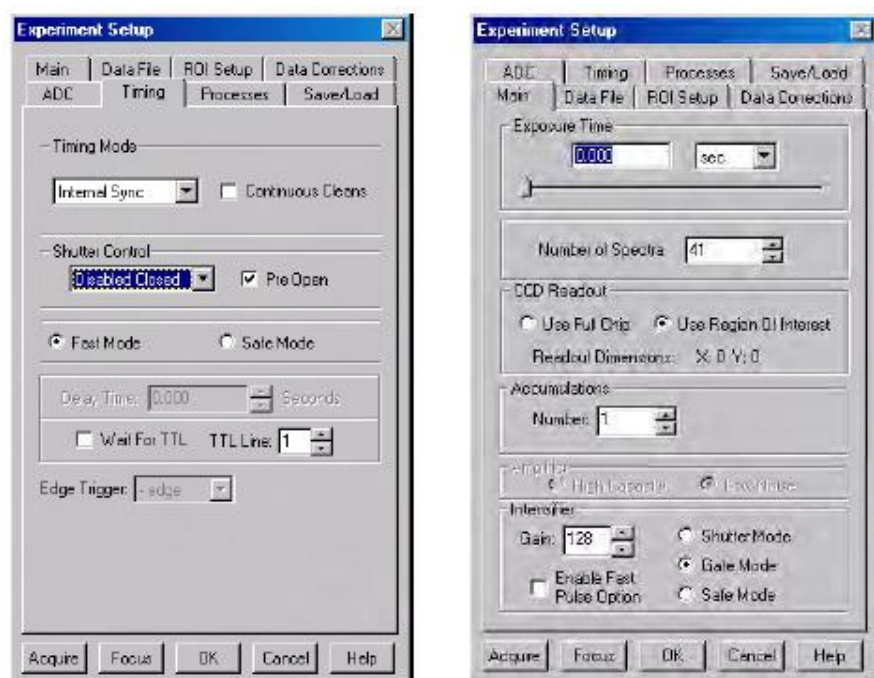

图 51 Experiment Setup: Timing 和 Main 多标签页
- 在 **Timing** 多标签页上，如图 51 所示改变定时。